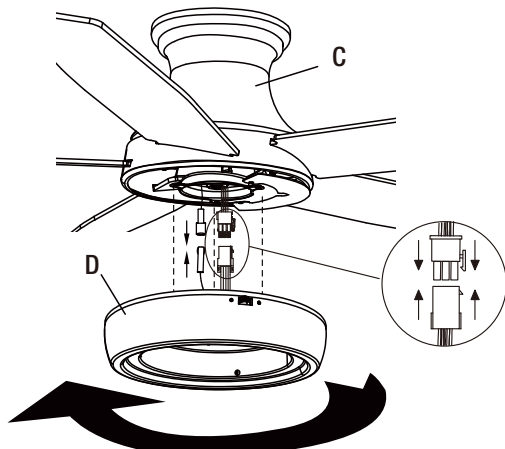

Figure 11
- Connecter la fiche à 6 broches du ventilateur à la fiche à 6 broches de la trousse d'éclairage en insérant fermement les fiches ensemble. (Figure 11)
- Placer soigneusement tous les fils dans le boîtier de l'interrupteur et aligner les trois trous de la trousse d'éclairage (D) sur les trois vis préinstallées dans le boîtier de l'interrupteur. (Figure 11)